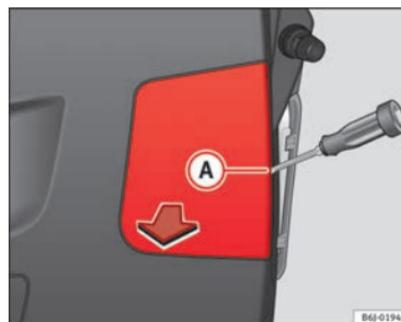

Fig. 161 Luzes na porta do porta-bagagens
- Retire essa tampa com a ajuda de uma chave de fendas, inserindo-a na ranhura indicada (A) ⇒ Fig. 161.